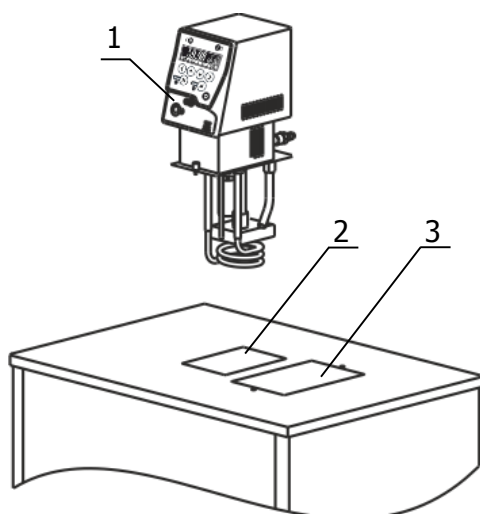

Рисунок 2 — Установка блока регулирования
2.2.3 Погрузить блок регулирования температуры 1 в отверстие 2 (рисунок 2) и закрепить его винтовыми фиксаторами на крышке термостата.
2.2.5 Заполнить ванну термостата теплоносителем через отверстие над рабочей зоной 3 (рисунок 2) до момента начала слива теплоносителя из переливного штуцера 12. Температурный диапазон применения теплоносителя должен соответствовать значениям, указанным в 1.2.6.